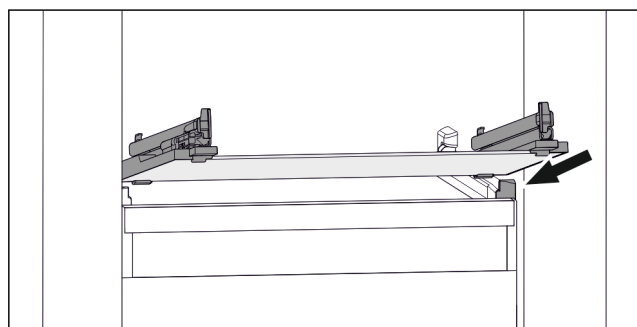

Fig. 42 Příklad znázornění skleněné desky
- ▶ Nasadte skleněnou deskou šikmo za zářezky. (viz Fig. 42)